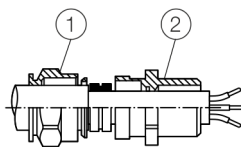

Figure 6 : Serrer le presse-étoupe
La classe de protection IP66 / 67 n'est atteinte qu'en installant la bague d'étanchéité noire entre les presse-étoupes et le boîtier et en respectant un couple de serrage de 3,6 Nm (Figure 6, pos. ②).
5. Serrer le presse-étoupe de façon à appliquer fermement la bague d'étanchéité autour du câble (Figure 6, pos. ①). Serrer sur le boîtier à un couple inférieur à 1,5 fois le couple de serrage indiqué (voir les instructions de montage) !